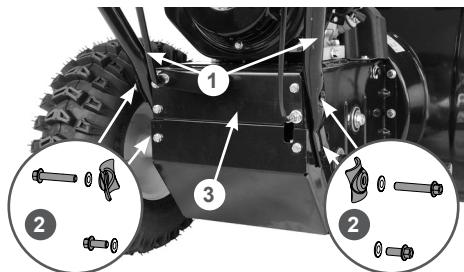

Рис. 3 Установка стойки рукояток
- Установите стойку 1 рабочих рукояток на раму 3 и закрепите с помощью болтов и шайб 2, как показано на Рис. 3.